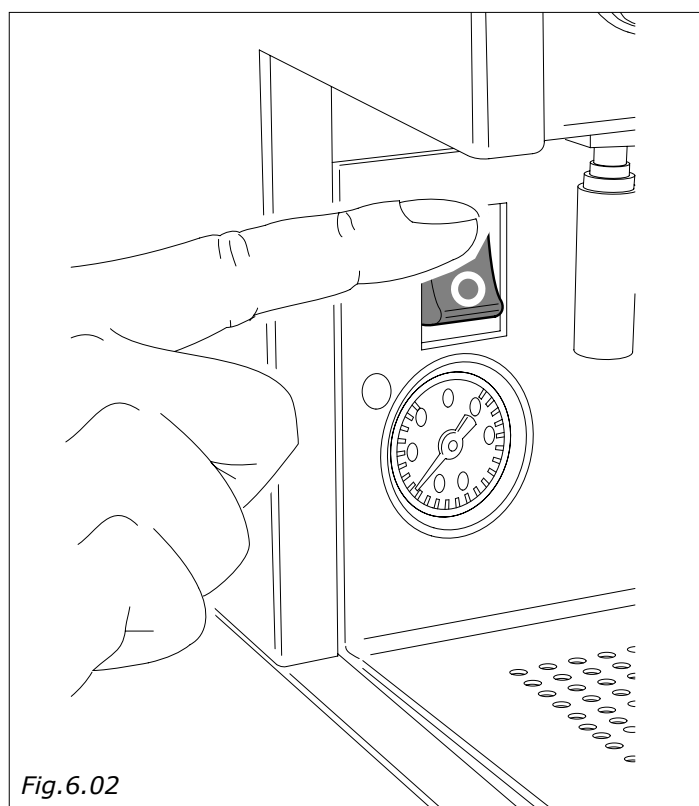

Fig. 6.02
- Posizionando l'interruttore generale (Fig.6.02) su I si accenderà la spia dell'interruttore.